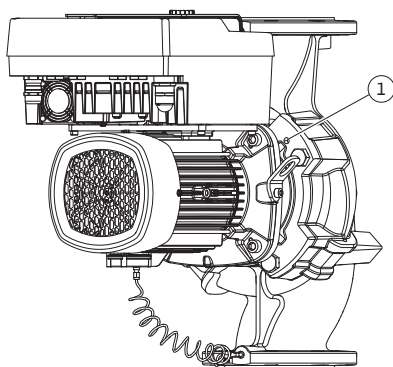

Fig. 14: Vytlačení smontované jednotky závitovými otvory (v závislosti na typu čerpadla)
U typu čerpadla Fig. II a Fig. III k tomu použijte dva závitové otvory (Fig. 14, poz. 1).
5. Vytlačte smontovanou jednotku (viz Fig. 5) z tělesa čerpadla. Použijte k tomu dva závitové otvory (viz Fig. 14). Pro uvolnění sedla zašroubujte šrouby M10 s vhodnou délkou do závitových otvorů.